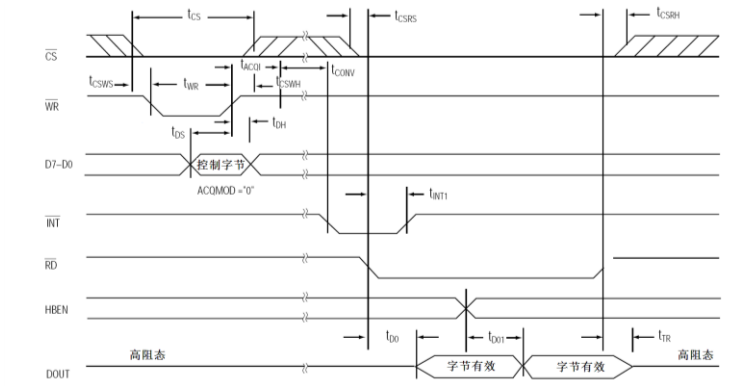

图 36-8 内部采集控制模式时序图
- 当 ACQMOD=0 时, MAX197 为内部采集控制模式, 时序图如图 36-8 所示。